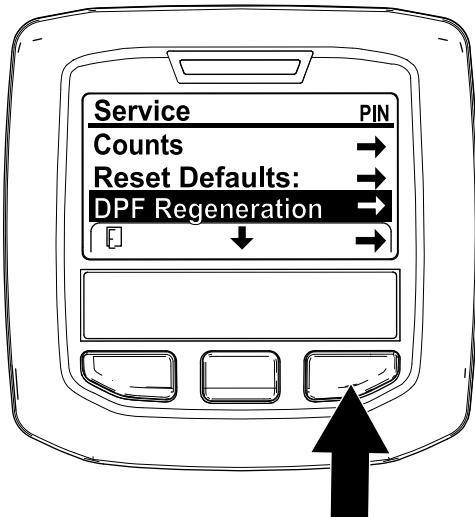

Figura 31
1. Aceda ao menu de manutenção, pressione o botão central para se deslocar para a opção DPF REGENERATION (Regeneração do DPF) (Figura 31).
2. Pressione o botão direito para selecionar a entrada Regeneração do filtro de partículas de gasóleo (Figura 31).